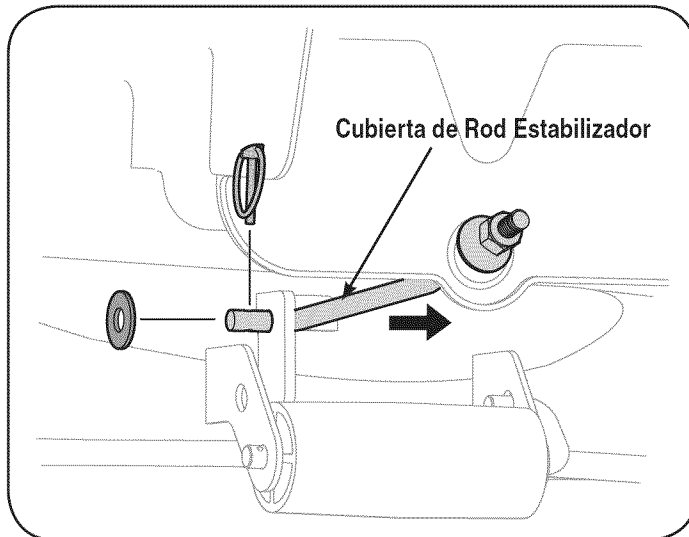

Figura 14
- Deslice suavemente la plataforma de corte hacia la parte delantera del tractor y con cuidado guíe los ganchos de la plataforma para extraerlos de la varilla estabilizadora de la plataforma. Vea la Figura 14.
- Retire el pasador de clic y arandela plana como se muestra en la Figura 14. A continuación, deslice la barra de apoyo a la cubierta de la plataforma de montaje.